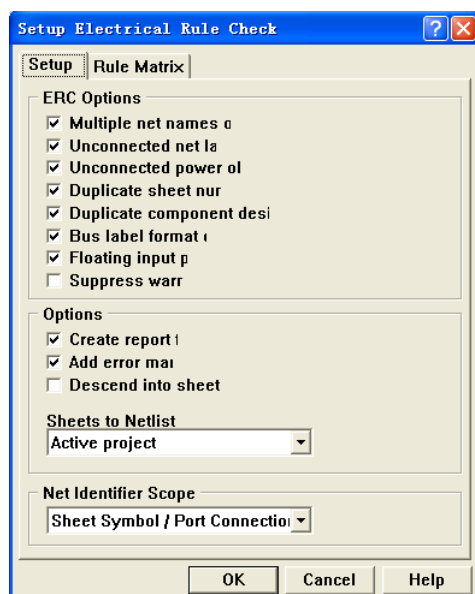
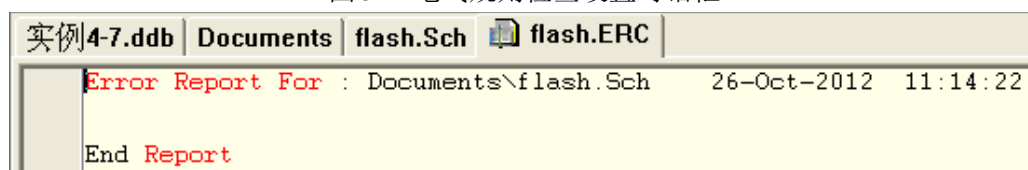

图 5-2 电气规则检查设置对话框
图 5-3 电气规则检查报告
- 3、执行菜单 Tools 工具中的 ERC 命令，屏幕上出现如图 5-2 所示的电气规则检查设置对话框，单击【OK】按钮，生成的 ERC 报告如图 5-3 所示。